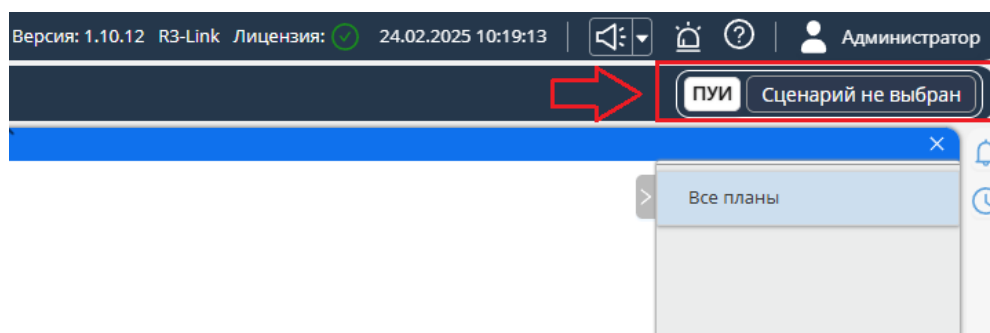

Рисунок 9.183 – Компонент «ПУИ»
– **компонент «ПУИ»**, в соответствии с рисунком Рисунок 9.183, предназначен для отображения выбранного сценария в качестве объекта управления с R3-ПУИ. При нажатии на данный компонент откроется виджет ПУИ (см. пункт 9.8).